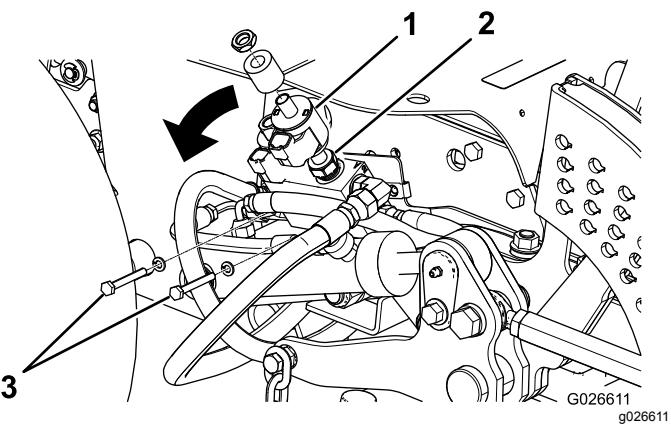

図 9
- B. コイルを持ち上げてソレノイドバルブに手を伸ばし、ソレノイドバルブを静かにゆるめる 図 9。
- C. 昇降マニホールドを固定しているボルト2本を取り外す 図 9。
- D. 昇降バルブマニホールドを外側に倒す 図 9。